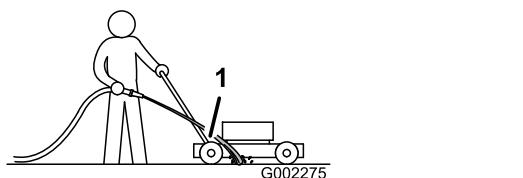

Figura 23
3. Tenete il flessibile da giardino all'altezza della stegola e indirizzate il getto verso terra davanti alla ruota posteriore destra (Figura 23).